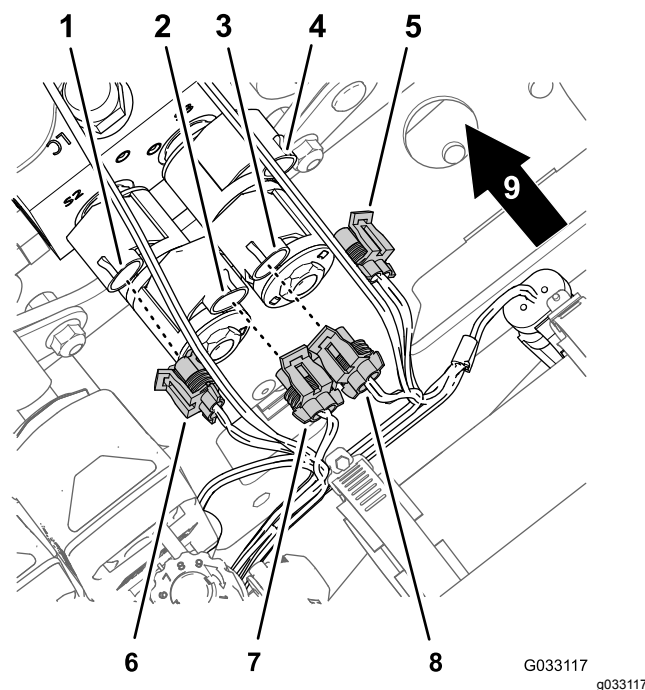

Figure 32
3. Débranchez le connecteur à 2 douilles du faisceau du kit de finition pour rampe sonore (Figure 32) du connecteur à 2 broches des solénoïdes du collecteur de vérin de levage comme suit :